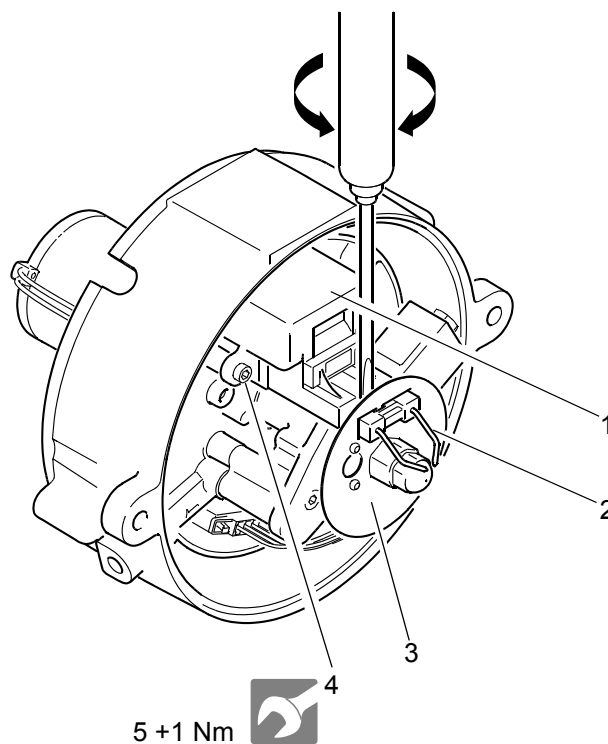
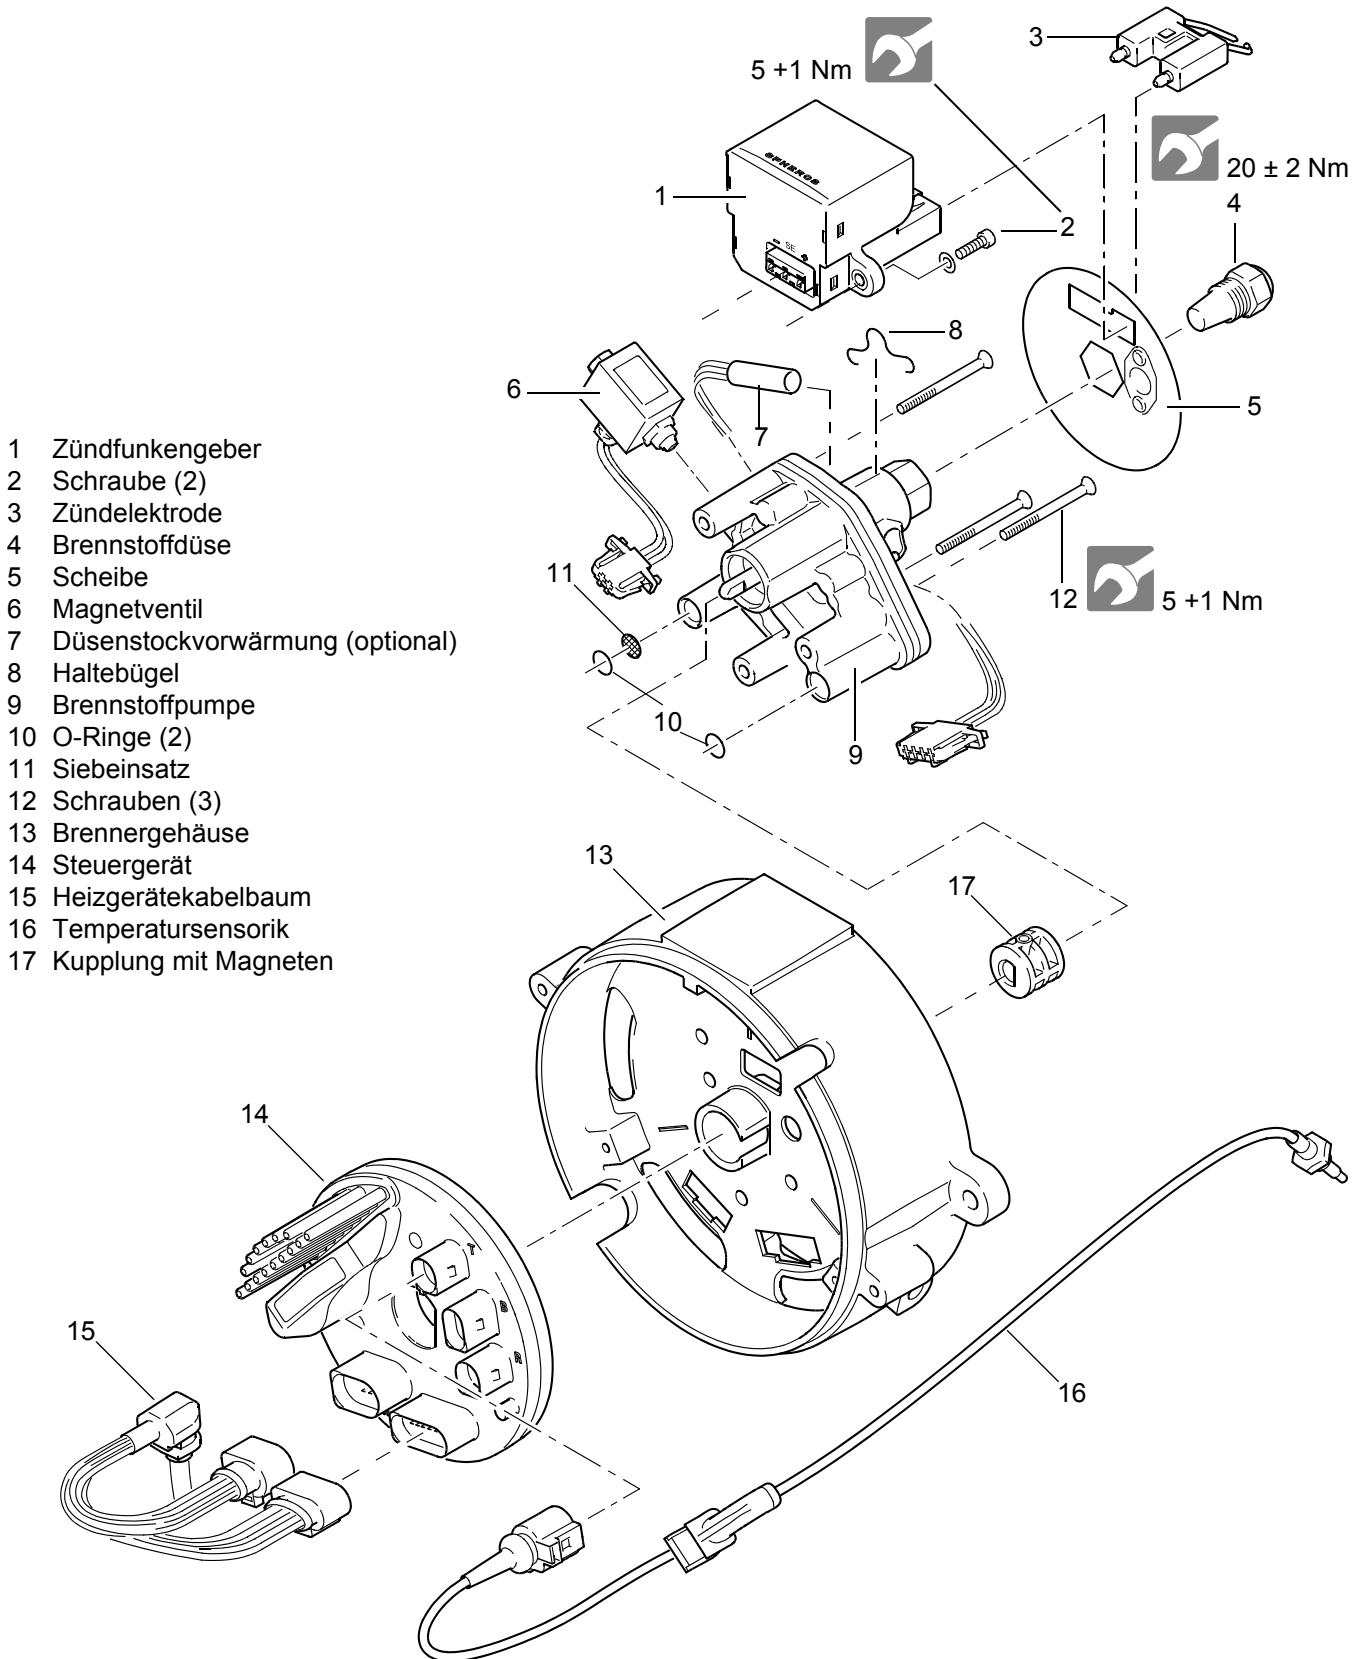
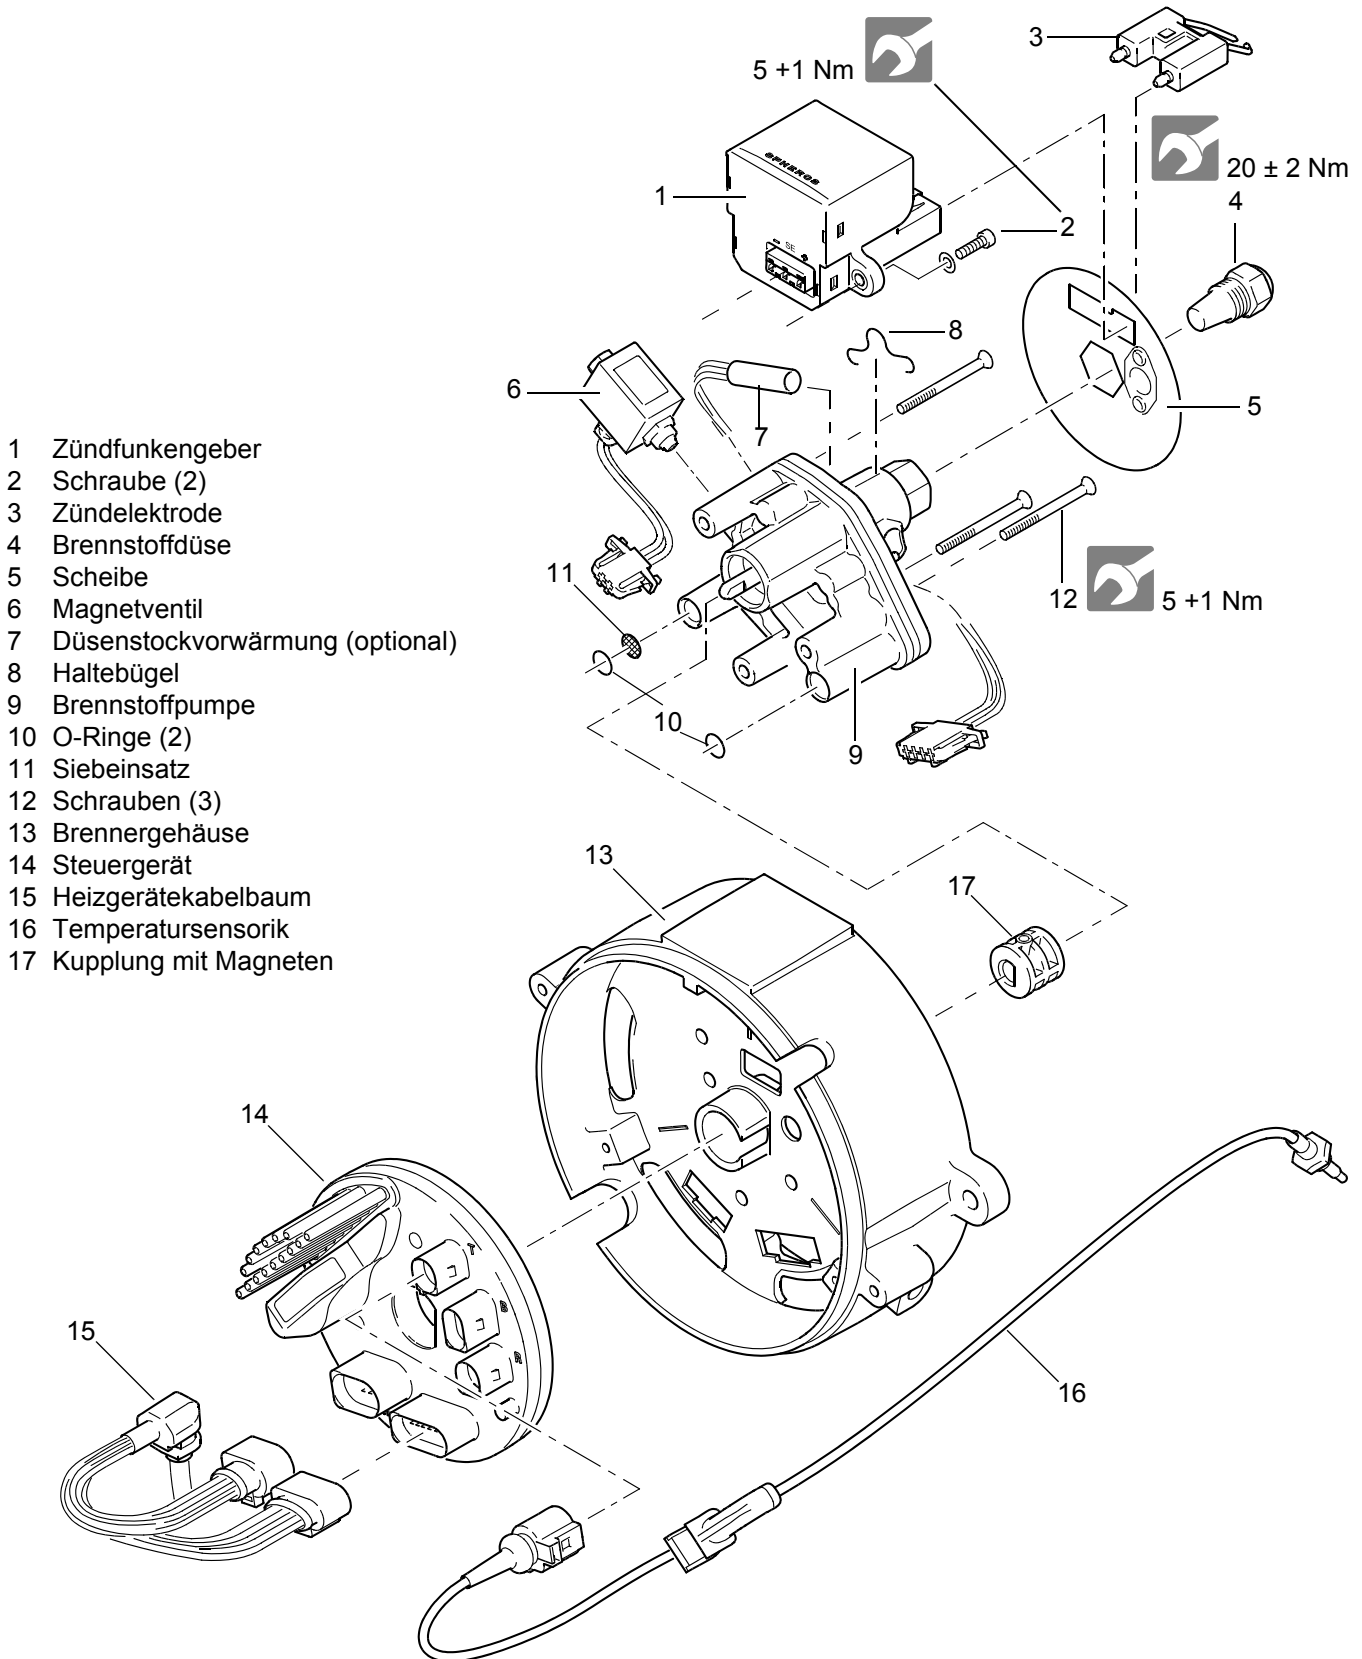
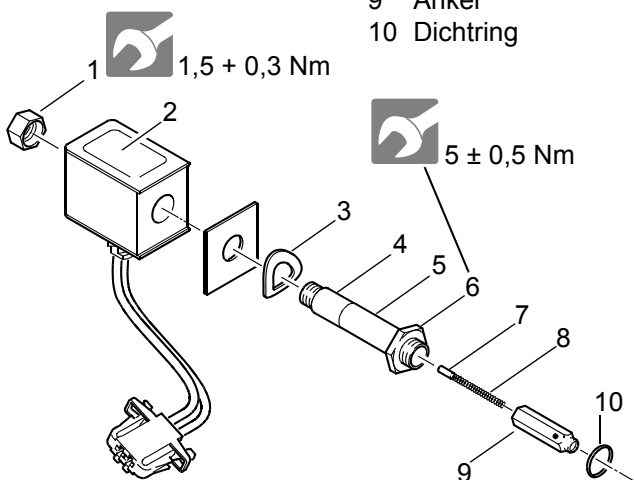

Abb. 804 Ausbau des Zündfunktengegers / der Zündelektrode
Abb. 805 Aus- und Einbau von Komponenten
Abb. 806 Aus- und Einbau von Komponenten
Abb. 807 Magnetventil
2. Zündelektrode (2, Abb. 804) mit Schraubendreher durch seitliches Verdrehen vom Zündfunktengeger abhebeln und entfernen.
3. Scheibe (3) entfernen.
4. Schrauben (4) mit Sicherungsscheiben entfernen.
5. Zündfunktengeger (1) abziehen und entfernen.
1. Zündfunktengeger (1, Abb. 804) in Einbaulage bringen, anschlussgerecht aufstecken und mit Schrauben (4) befestigen.
2. Schrauben (4) anziehen.
3. Scheibe (5, Abb. 805) auf den Düsenstock der Brennstoffpumpe (9) aufstecken und gegenüber dem Flammwächter im Steuergerät (14) und dem Zündfunktengeger ausrichten.
4. Zündelektrode (2, Abb. 804) aufstecken.
- 4 Schrauben (2)
2. Stecker des Magnetventils (6, Abb. 806) und ggf. der optionalen Düsenstockvorwärmung (7) am Steuergerät (14) abstecken.
5. Heizgeräte-Kabelbaum (15) am Steuergerät (14) abstecken.
6. Steuergerät (14) vorsichtig aus dem Brennergehäuse (13) herausziehen und entfernen.
1. Steuergerät (14, Abb. 806) gegenüber dem Brennergehäuse (13) ausrichten.
2. Steuergerät (14) bis zum Anschlag vorsichtig in das Brennergehäuse (13) schieben.
3. Heizgeräte-Kabelbaum (15) am Steuergerät (14) anstecken.
5. Zündfunktenggeber (1) einbauen (siehe 8.6).
6. Stecker des Magnetventils (6) und ggf. der optionalen Düsenstockvorwärmung (7) am Steuergerät (14) anstecken.
2. Zündelektrode (3, Abb. 806) mit Schraubendreher durch seitliches Verdrehen vom Zündfunktenggeber abhebeln und entfernen. (siehe Abb. 804)
3. Scheibe (5) entfernen.
4. Die Stecker des Magnetventils (6, Abb. 806) und der optionalen Düsenstockvorwärmung (7) am Steuergerät (14) abstecken.
5. Schrauben (12) entfernen und aussondern.
6. Brennstoffpumpe (9) mit Magnetventil (6) abziehen und entfernen.
7. O-Ringe (10) und Siebeinsatz (11) entfernen und aussondern.
8. Ggf. die Düsenstockvorwärmung (7) ausbauen. Dazu den Haltebügel (8) mit einem geeigneten Werkzeug vom Düsenstock entfernen.
9. Ggf. Magnetventil (6) von der Brennstoffpumpe (9) abbauen (siehe 8.9).
1. Ggf. Magnetventil (6, Abb. 806) an der Brennstoffpumpe (9) anbauen (siehe 8.9).
2. Ggf. die Düsenstockvorwärmung (7) einbauen und den Haltebügel (8) mit einem geeigneten Werkzeug wieder am Düsenstock befestigen.
3. Neue O-Ringe (10) und neuen Siebeinsatz (11) an der Brennstoffpumpe (9) anbringen.
2. Zündelektrode (1, Abb. 804) mit Schraubendreher durch seitliches Verdrehen vom Zündfunktgeber abhebeln und entfernen (siehe Abb. 804).
3. Scheibe (5, Abb. 806) entfernen.